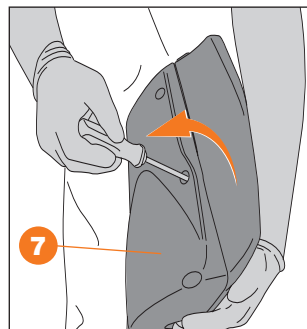

Рис. 5
- Открутите винты и разберите корпус кофра рулевой колонки на 2 части **7** (Рис. 5).